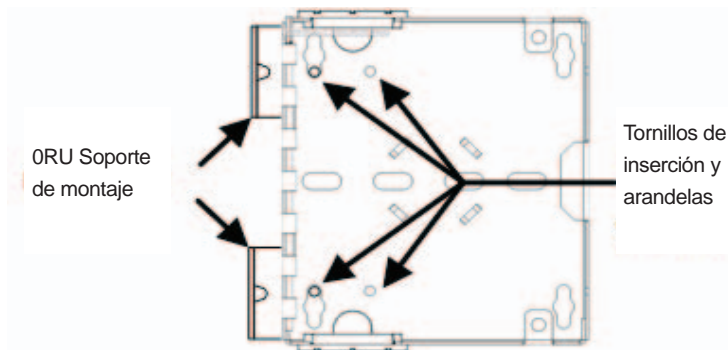

Figura 4
- 2) Instale un soporte de montaje en las dos esquinas usando los tornillos # 8 y las arandelas proporcionadas en el juego de soportes de montaje. (Figura 4)